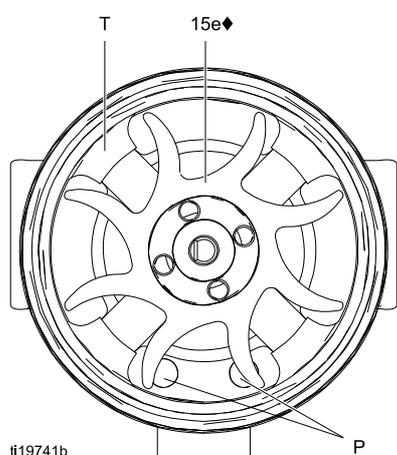
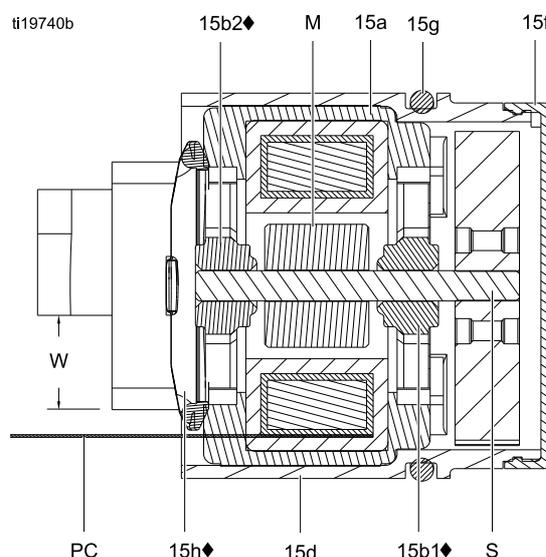

Figure 34 Orientation du ventilateur
Figure 35 Vue en coupe de l'alternateur
12. Maintenez l'ensemble de bobine (15a) sur un établi en orientant l'extrémité du ventilateur vers l'avant. Appuyez le ventilateur (15e♦) sur l'extrémité longue de l'axe (S). Les pales du ventilateur doivent être orientées comme illustré.
13. Enfoncez doucement l'ensemble de bobine (15a) à l'avant du boîtier (15d♦). Le connecteur à 3 câbles (PC) doit être placé sous la partie la plus large (W) des languettes du boîtier, comme illustré dans la Fig. 35. Assurez-vous que les goupilles d'alignement de la bobine (P) sont positionnées comme illustré dans la Fig. 34.
14. Faites tourner le ventilateur (15e) de sorte que ses pales ne se trouvent pas devant les quatre languettes de coussinet (T) à l'arrière du boîtier. Assurez-vous que les pales du coussinet inférieur (15b1♦) s'alignent avec les languettes.